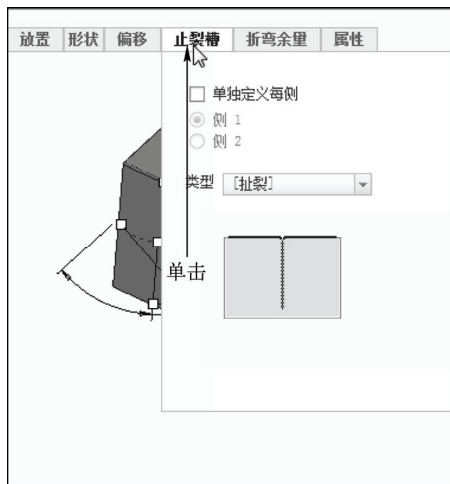

图 13-13 单击“止裂槽”按钮
STEP 05 单击“止裂槽”按钮，弹出“止裂槽”下滑面板，如图 13-13 所示。